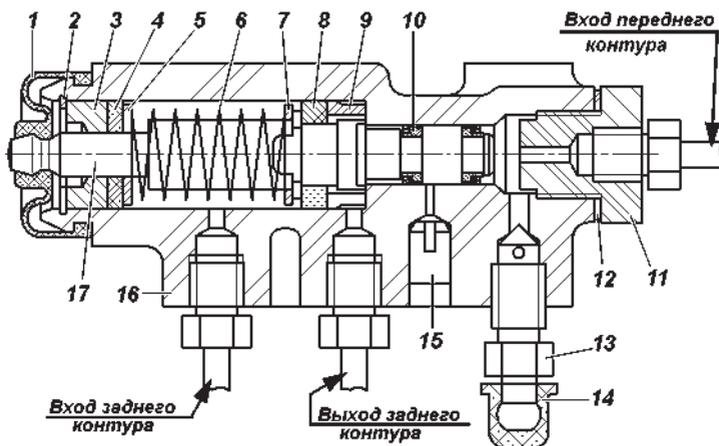
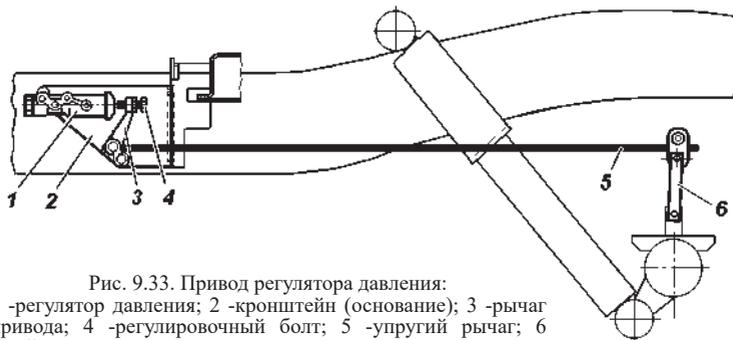

Рис. 9.32. Регулятор давления:
Рис. 9.33. Привод регулятора давления:
Регулятор давления (рис. 9.32). На автомобилях, не оснащенных антиблокировочной системой тормозов, устанавливается механический регулятор давления, действующий на задние тормоза, который обеспечивает оптимальное распределение тормозных сил по осям автомобиля и не допускает
В процессе эксплуатации и при замене задних рессор необходимо регулировать усилие упругого рычага 5 (рис. 9.33) на поршень регулятора. Регулировку производить в следующей последовательности:
3. Завернуть болт 4 (рис. 9.33) до соприкосновения его с хвостовиком поршня 17 (рис. 9.32) регулятора, довернув регулировочный болт на $1...1\frac{1}{3}$ оборот (6-8 граней головки болта).
5. Проверить правильность регулировки при движении автомобиля. Для этого, двигаясь по прямому горизонтальному участку дороги с сухим асфальтовым покрытием, затормозить автомобиль до блокировки колес. При исправном регуляторе и правильно выполненной регулировке привода должно быть некоторое опережение блокировки передних колес относительно задних. В случае опережающей блокировки задних колес дополнительно отвернуть болт 4 (рис. 9.33) на 1-2 грани головки болта и повторить проверку при движении автомобиля.